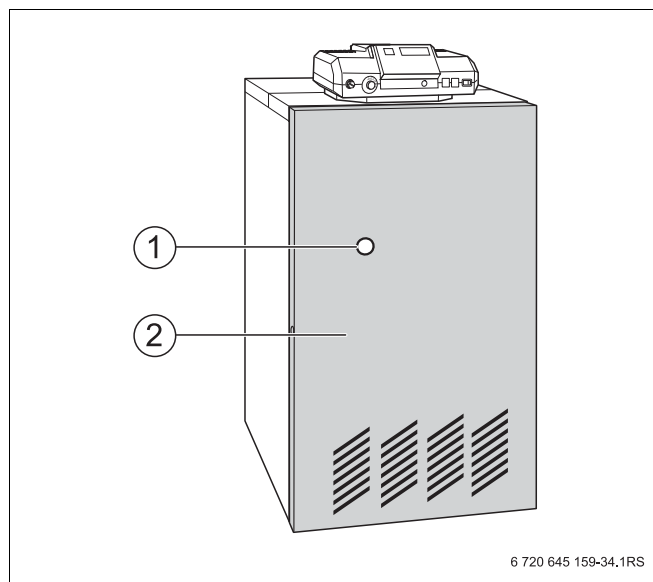

Рис. 5 Устранение неисправностей горелки
При возникновении неисправности горелки на отопительном котле загорается сигнальная лампочка (Рис. 5, поз. 1).
- Нажмите кнопку подавления помех на горелке (Рис. 5, поз. 1) через отверстие в ее кожухе.